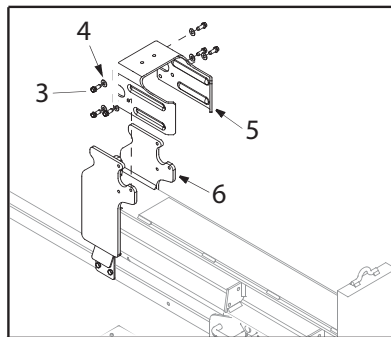
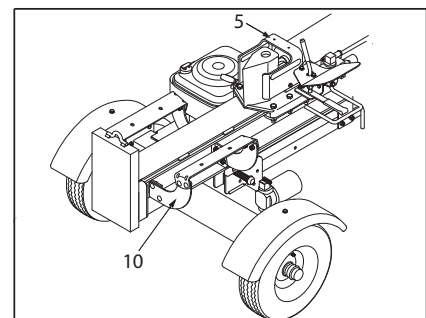

Fig.7
Fig.9b
- Abstreifer (5) durch Entfernen der sechs Schrauben (3) und der Unterlegscheiben (4) von dem an der Säule verschweißten Trägerbock (6) trennen. Bild 7
- Abstreifer (5) wieder über der Keilbaugruppe montieren und mit den vorher entfernten Kleinteilen (siehe Bild 7) am angeschweißten Trägerbock festschrauben. Bild 9b
- Stütze (10) wieder an der Steuerventilseite der Spaltsäule anbringen, dabei die Enden der Stütze an den Säulenflanschen ausrichten. Siehe Bild 9b.